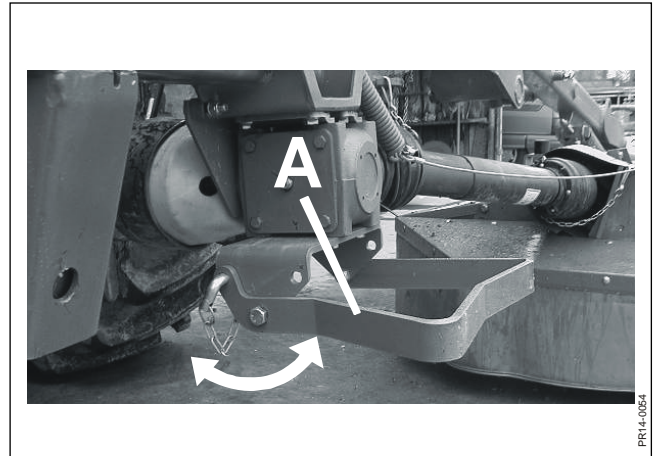

Fig. 3-2
- Fig. 3-2** 4) Montare la connessione superiore.